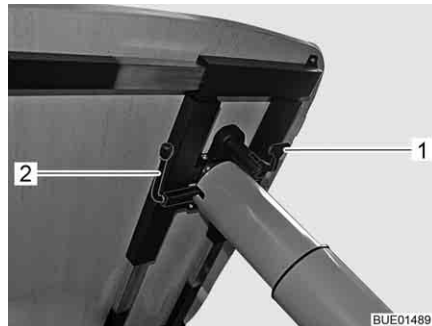

Bild 105 Inställning lyftbord
- Fäll ned låsarmen (Bild 105,1).
- Vrid spaken (Bild 105,2) under bordsskivan 180° moturs. Lyftmekanismen i bordsbenet låses upp.
- Vrid spaken (Bild 105,2) under bordsskivan 180° moturs. Bordsskivan åker själv upp till det övre ändläget.